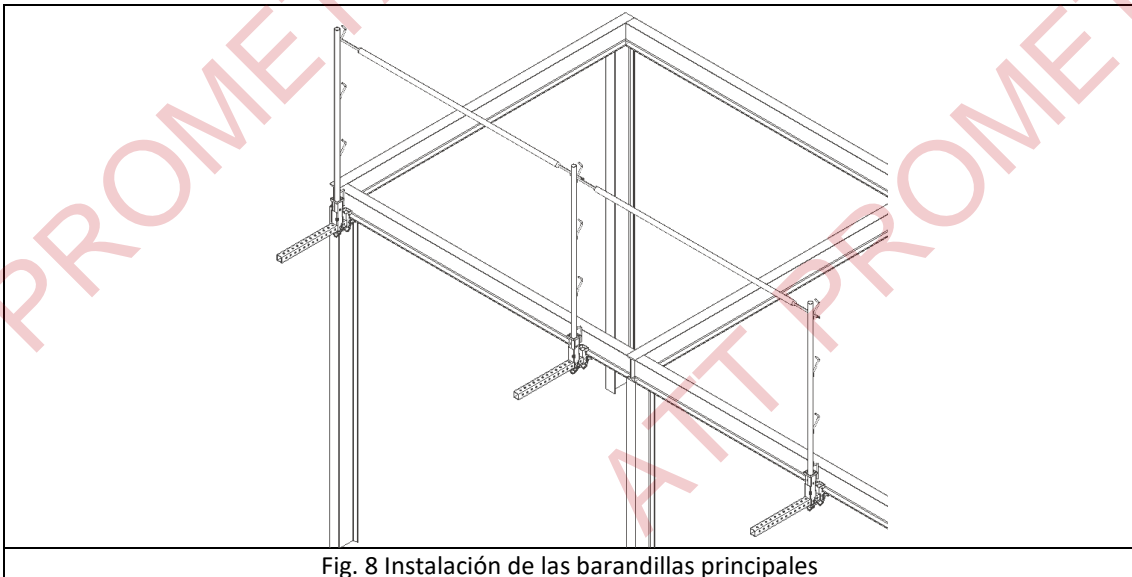
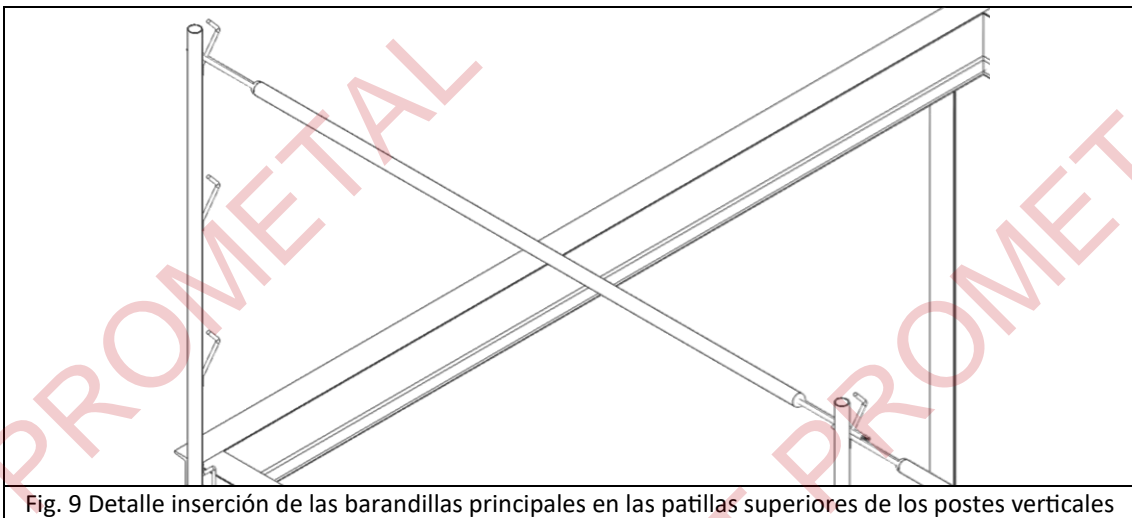

Fig. 8 Instalación de las barandillas principales
Fig. 9 Detalle inserción de las barandillas principales en las patillas superiores de los postes verticales
5. Con los postes verticales correctamente colocados en los diferentes soportes mordaza, se procederá a instalar las barandillas principales (Fig. 8). Para ello se insertarán en las patillas superiores de los postes verticales, asegurándose de que queden firmemente sujetas en los postes de 1200, 1500 o 1700mm de altura (Fig. 9). En el caso del poste de 2000mm, la fijación se realizará mediante abrazadera tipo EN74.